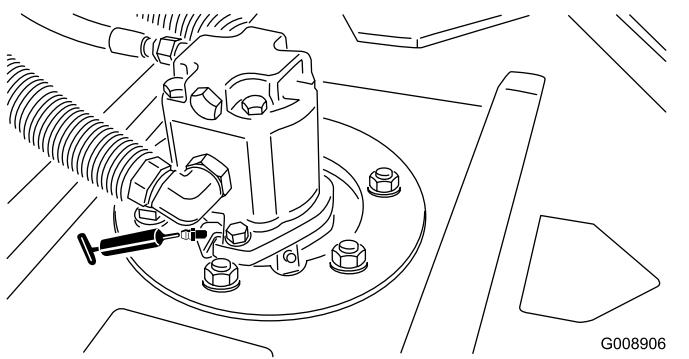

**Рисунок 78**
- Задние роликоподшипники (по 2 шт. на режущий блок)—Рисунок 78